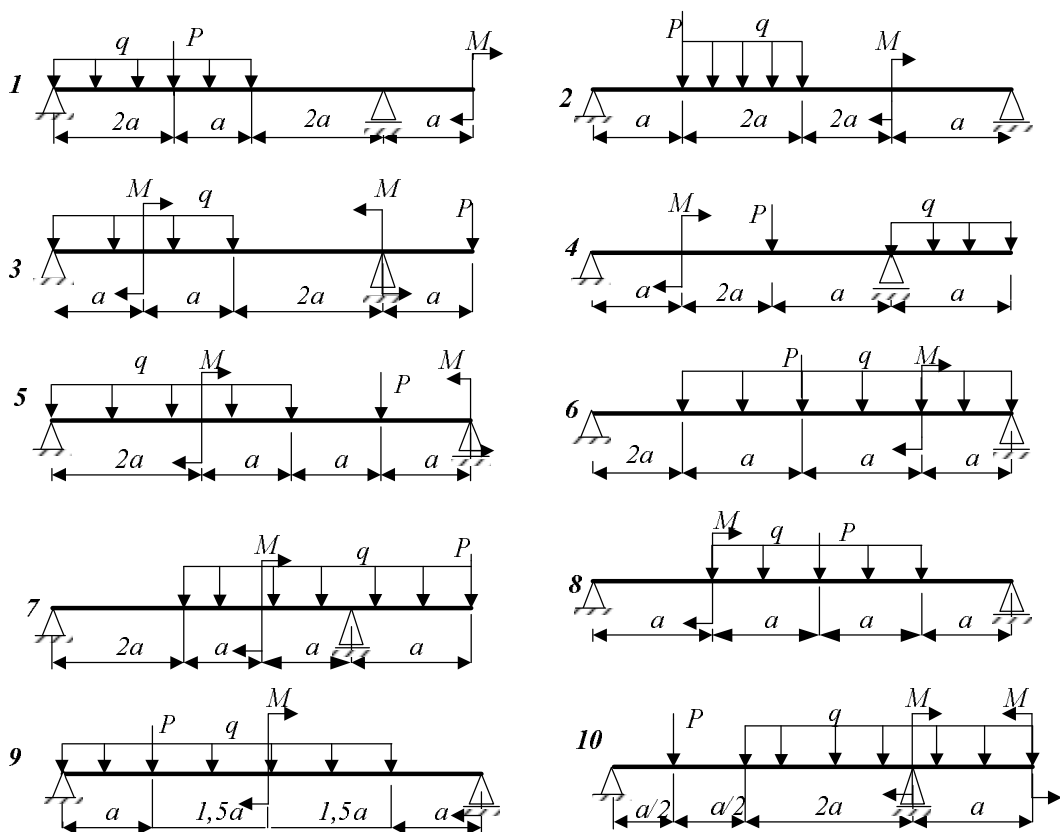

Рис. 4. Схема балки
- 4) Подобрать диаметр балки (рис.4) по III теории прочности.